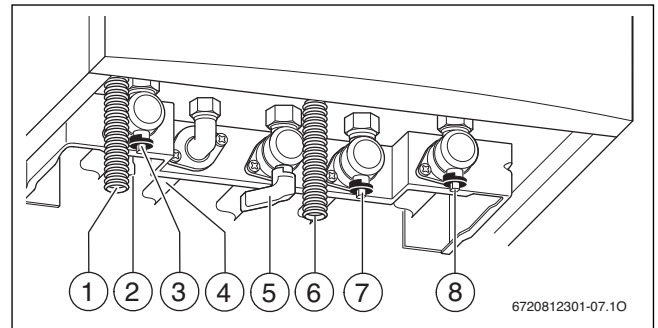

Fig. 30
- ▶ Aprire il rubinetto del gas (→ fig. 30, [5]).